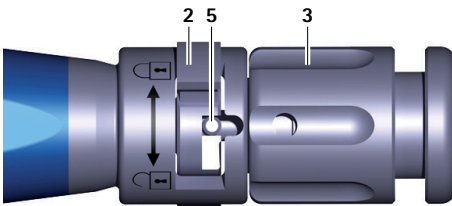
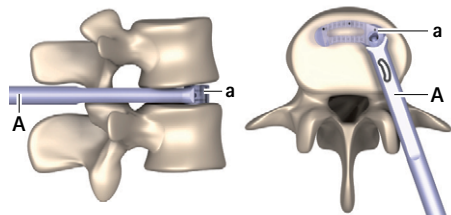

Abb. 3 Nahansicht Einsetzinstrument, Schalter geschlossen
Abb. 11 Implantat in Endposition
- Schalter 2 nach rechts drehen (Richtung ) , siehe Abb. 3.
- Drehmutter 3 gegen den Uhrzeigersinn (Richtung „forward“), bis sich Pin 5 vollständig in Schalter 2 befindet, siehe Abb. 3. Dabei darauf achten, dass Pin 5 Schalter 2 nicht verklemmt.
- Sobald Endposition (siehe Abb. 11) erreicht ist: Drehmutter **3** gegen den Uhrzeigersinn drehen (Richtung „forward“), bis sich Pin **5** vollständig in Schalter **2** befindet, siehe Abb. 3. Dabei darauf achten, dass Pin **5** Schalter **2** nicht verklemt.
- Schalter **2** nach rechts drehen (Richtung ☞), siehe Abb. 3.